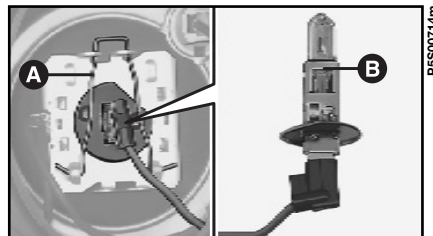

fig. 15
2) Sganciare la molletta di fissaggio **A**-fig. 15, estrarre la lampada **B** e sostituirla.